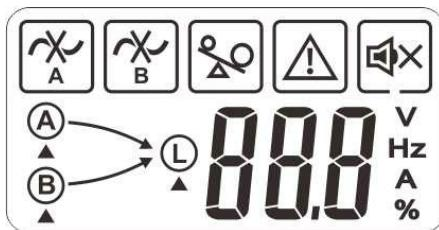
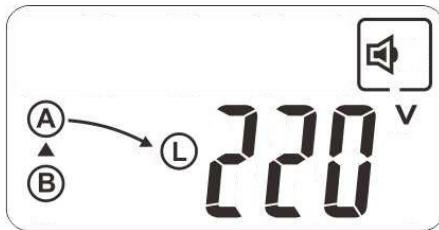
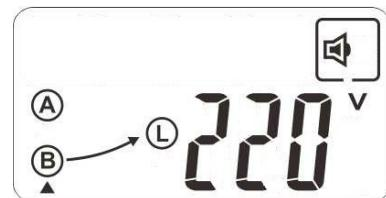
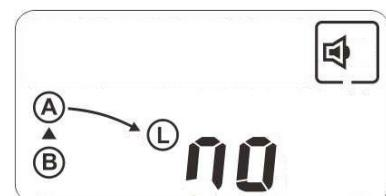

Abb. 7. Startbildschirm, der in den ersten Augenblicken nach dem Start des Geräts angezeigt wird.
Abb. 8. Bildschirm, der nach dem Start der Inbetriebnahme angezeigt wird.
Abb. 10. Übertragungsbildschirm über den Eingang B.
Abb. 11. Bildschirm für anormales Netz des Eingangs B.
- Während einer kurzen Zeit erscheint das LCD-Display des Bedienfelds wie in der Abb. 7 dargestellt, mit den drei LED **(f)**, **(g)** und **(h)** leuchtend und nach dieser Zeit erscheint es wie in der Abb. 8, mit den LED **(f)** vom „EINGANG A“ und **(g)** vom „EINGANG B“ leuchtend.
quenz normal sind (innerhalb der festgelegten Toleranzbereiche), und es erscheint der Bildschirm, wie in der Abb. 10. Im umgekehrten Fall, wenn die Spannung und/oder Frequenz anormal sind, wird die Übertragung nicht zugelassen und es erscheint der Bildschirm, wie in der Abb. 11.
- **i** Auf der Abb. 8 und der Abb. 10 werden die Spannungswerte als Beispiel angezeigt (220 V in der Illustration).
- Mit der Taste **(c) (C)** wird die Quelle des Eingangs A, Eingangs B oder der Ausgang der Quelle, die abgelesen werden soll, ausgewählt. Zyklisch gelangt man mit jedem Drücken dieser Taste zum nächsten Wert und unter diesem zeigt ein Zeiger an, um welche Quelle es sich handelt.
- Mit der Taste **(d) (D)** kann die Auslesung der unterschiedlichen Parameter des Bildschirms, je nach ausgewählter Quelle, angesehen werden:
- Auf dem LCD-Bildschirm des Bedienfelds können die Symbole angezeigt werden, die in der Abb. 7 dargestellt sind und funktionell in der Tab. 5 festgelegt sind.